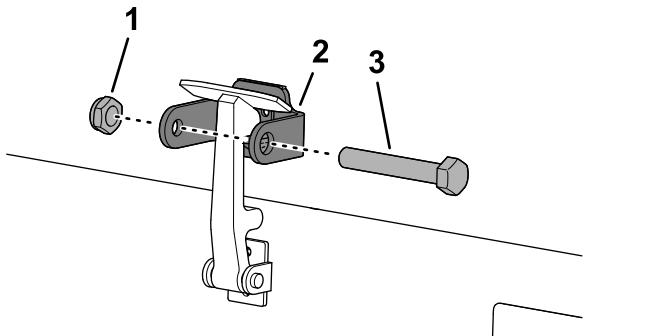

**Figura 25**
7. Enganche el cierre en el soporte del cierre (Figura 25).